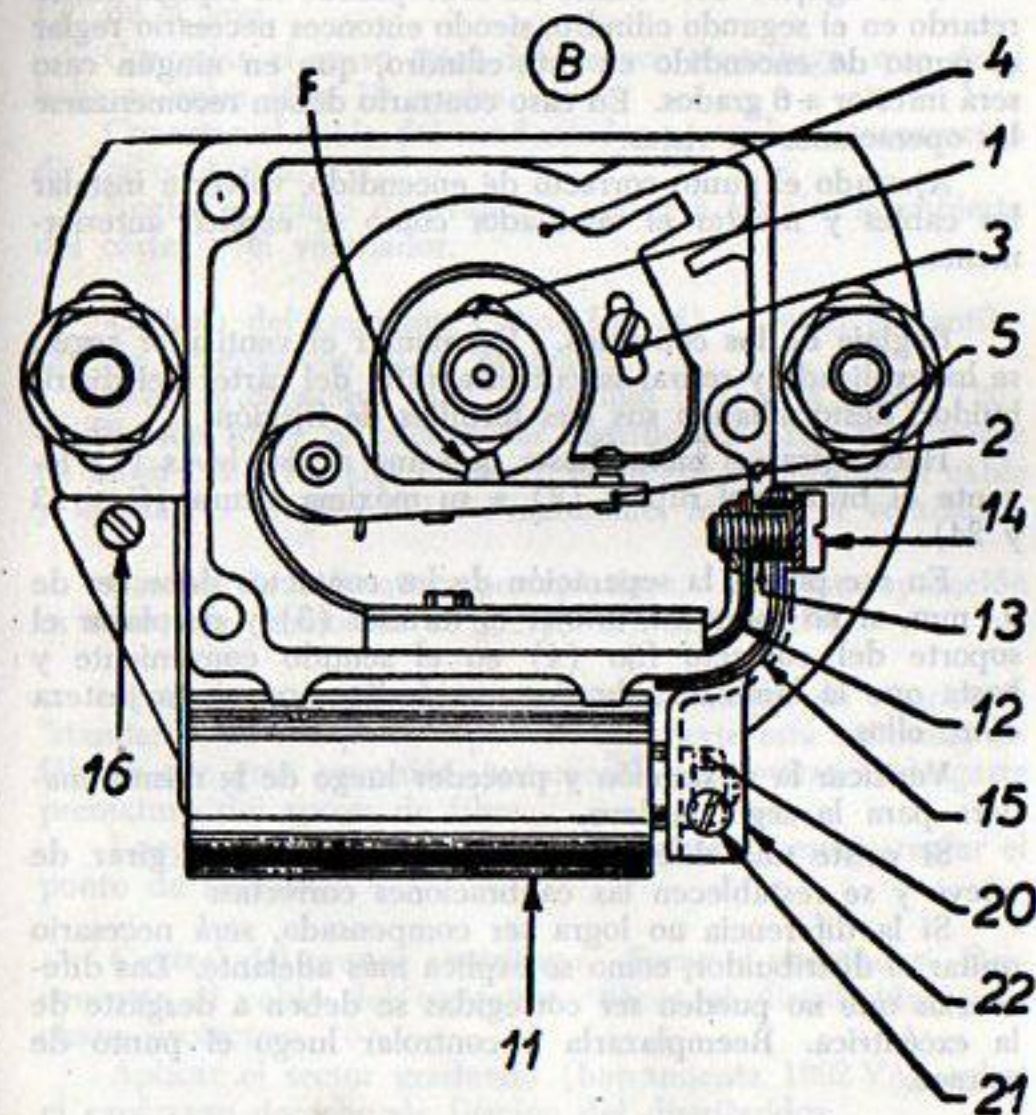

FIG. 24. A-B-C: Distribuidor. Ver también fig. 23.
Poner el contacto; aflojar las dos tuercas (5) de fijación del distribuidor (fig. 24), y haciéndolo girar levemente se buscará el punto exacto de apertura de los "platinos". La lámpara encenderá en el preciso momento de separarse aquéllos.
Desconectar el cable del capacitor y quitar el distribuidor destornillando las dos tuercas (5) (fig. 24).
Cambio del capacitor (véase fig. 24). Quitar el ventilador de acuerdo con lo ya explicado.